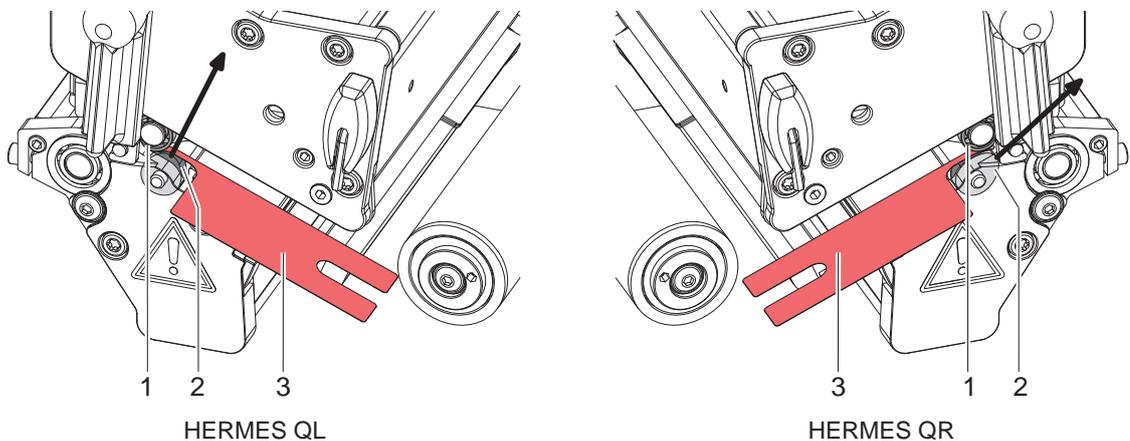

Bild 24 Stellung des Sparexzenters prüfen
- rechts vom Kugellager (1) stehen ▷ Bild 24.